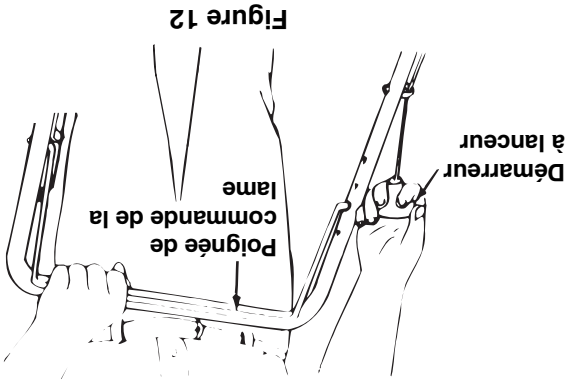

Figure 12
- Tenez-vous derrière la machine, appuyez sur la poignée de commande de la lame et maintenez-la contre le guidon supérieur, comme à la Figure 12.